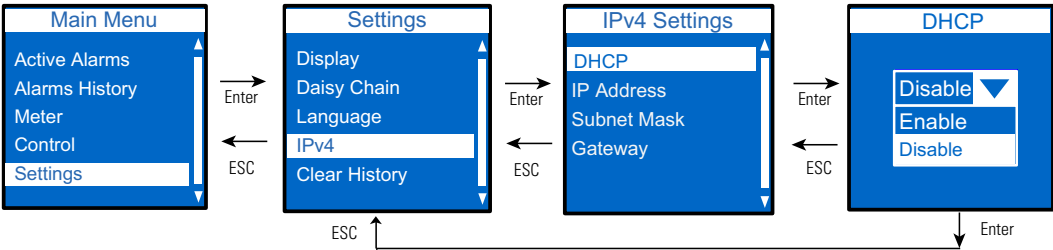

Figure 46. Disable DHCP
1. Disable DHCP (see Figure 46).